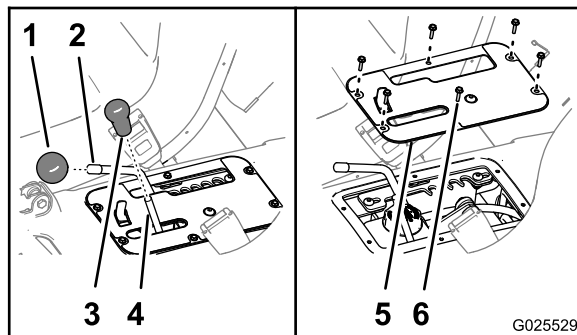

图60
1. 从液压提升杆和速度范围控制杆卸下旋钮图60。
2. 拧掉将控制盖板固定至座椅底座的 6 个六角垫圈螺丝 10 x 3/4 英寸然后取下盖板图60。
6. 将控制盖板上的孔与座椅底座上的孔对齐 图60。
7. 用在第 2 步卸下的 6 个六角垫圈螺丝将控制板固定至底座 图60。
8. 将旋钮拧到液压提升杆和速度范围控制杆上 图60。
9. 将控制盖板上的孔与座椅底座上的孔对齐 图60。
10. 用在第 3 步卸下的 6 个六角垫圈螺丝将控制板固定至底座 图60。
11. 将旋钮拧到液压提升杆和速度范围控制杆上 图60。
2. 从液压提升杆和速度范围控制杆卸下旋钮 图60。
3. 拧掉将控制盖板固定至座椅底座的 6 个六角垫圈螺丝 10 x ¼ 英寸然后取下盖板 图60。